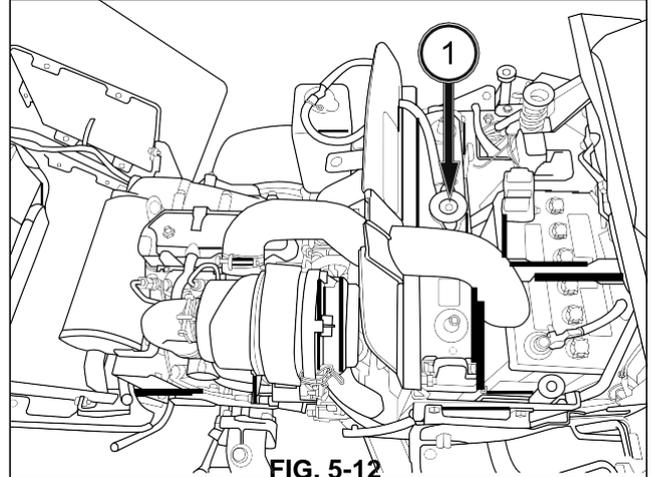

FIG. 5-12
FIG. 5-12: El circuito de refrigeración viene lleno de fábrica con una solución anticongelante para proteger el motor y el radiador hasta -34 °C. El nivel del líquido de refrigeración debe mantenerse a 12 mm por debajo de la apertura de llenado (1). Compruebe una vez al año la protección del líquido de refrigeración contra las heladas.